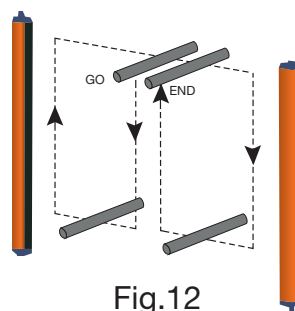

Fig.12
- l'ESPE rimanga in blocco (  I ) intercettando i raggi lungo l'area protetta utilizzando l'apposito test piece e secondo lo schema di Fig.12.